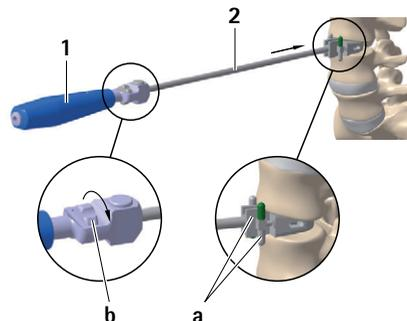

Fig. 1
- ▶ Montera mejselhållaren **2** med önskad implantathöjd och vinkel på greppet **1**, se Fig. 1
- ▶ Vrid hjulet **b** medurs och ställ in säkerhetsstoppet **a** på den kortaste mejsellängden, se Fig. 1
- ▶ För in mejselhållaren **2** centrerat i diskutrymmet och ställ in säkerhetsstoppet **a** under röntgenkontroll till önskat mejseldjup, se Fig. 1